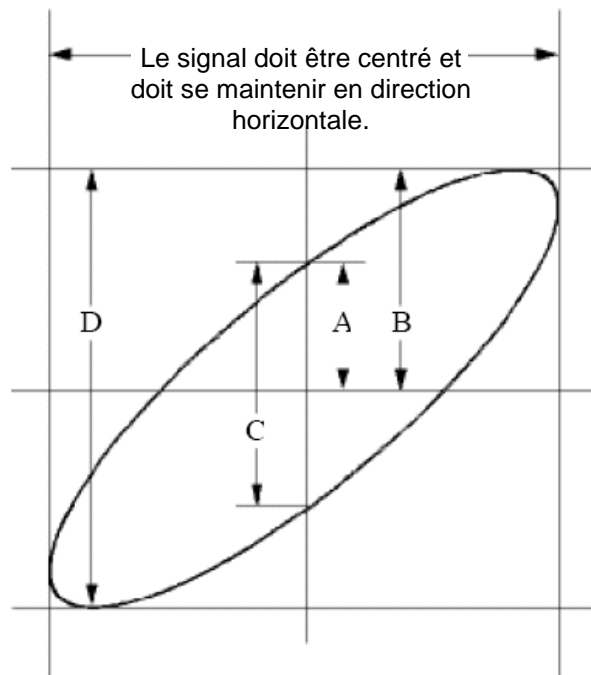

Fig. 84 Graphique de Lissajous
8. Avec la méthode d'oscillogramme elliptique choisie, observez et calculez les différences de phase (voir la **Fig. 84**).